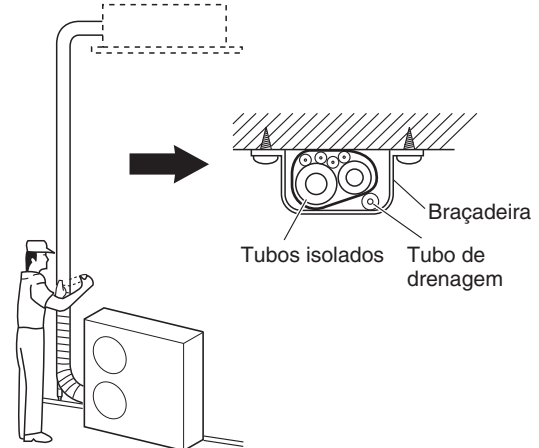

Fig. 5-9
- (1) Agora, os tubos de refrigerante (e instalação eléctrica se as normas locais permitirem) devem ser isolados juntos com fita de blindagem em 1 fardo. Para evitar o transbordamento da condensação no recolhedor de drenagem, mantenha o tubo de drenagem separado da tubagem do refrigerante.
- (2) Enrole a fita de blindagem desde o fundo da unidade exterior até ao topo da tubagem onde a mesma entra na parede. À medida que enrola a tubagem, sobreponha a metade de cada volta de fita.
- (3) Prenda o fardo de tubagem na parede, utilizando 1 braçadeira aproximadamente cada metro. (Fig. 5-9)